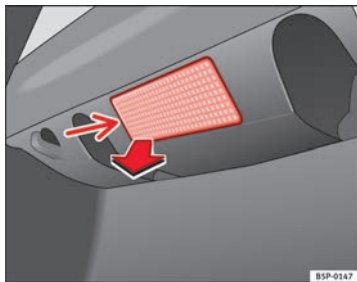

Abb. 174 Gepäckraum-
- Nehmen Sie das Lampenglas der Glühlampe durch Druck mit einem Schraubendreher auf dessen Unterkante -Pfeil- ab ⇒ Abb. 174.